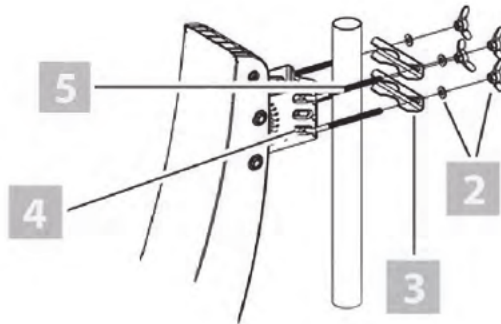

Bild 2: Tragarm am Mast befestigen
1. Schieben Sie die beiden Gewindebügel [5] durch die Langlöcher [4] auf der hinteren Seite des Tragarms (siehe Bild 2, oben).
2. Führen Sie nun den Tragarm mit den beiden Gewindebügeln [5] gegen den Mast, so dass dieser von den Gewindebügeln [5] umschlossen wird (siehe Bild 2, oben).
4. Stecken Sie auf jedes Gewinde der beiden Gewindebügel [5] eine Unterlegscheibe [2] und schrauben Sie die Flügelmutter [2] leicht an, bis der Tragarm am Mast hält (siehe Bild 2, oben).